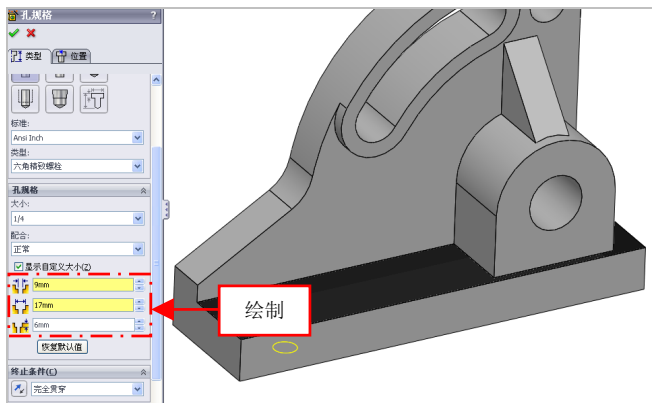

图 14-60 设置相应的参数
(17) 单击【异型孔向导】按钮，弹出【孔规格】属性管理器，切换至【放置】选项卡，选择合适的面为孔放置面，切换至【类型】选项卡，在相应的选项区中，依次设置相应的参数，如图 14-60 所示。